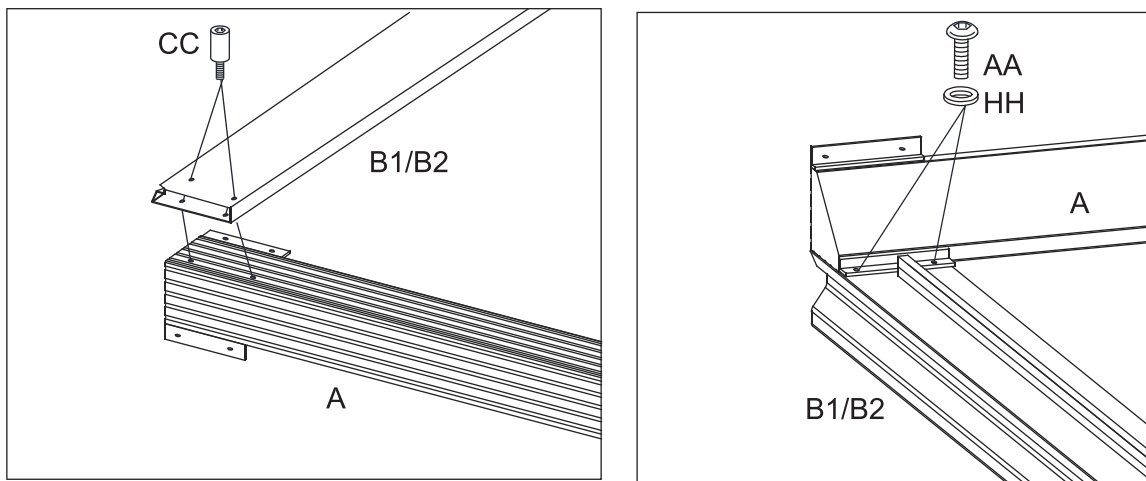

Figure 4.1
Figure 4.1. Fixez d'abord les longues traverses (B1/B2) à l'extrémité de la poutre de support en coin (A) Utilisez les boulons (CC) en premier et ensuite, poursuivez avec les boulons (AA) et les rondelles (HH). Assurez-vous d'avoir bien serré tous les boulons.